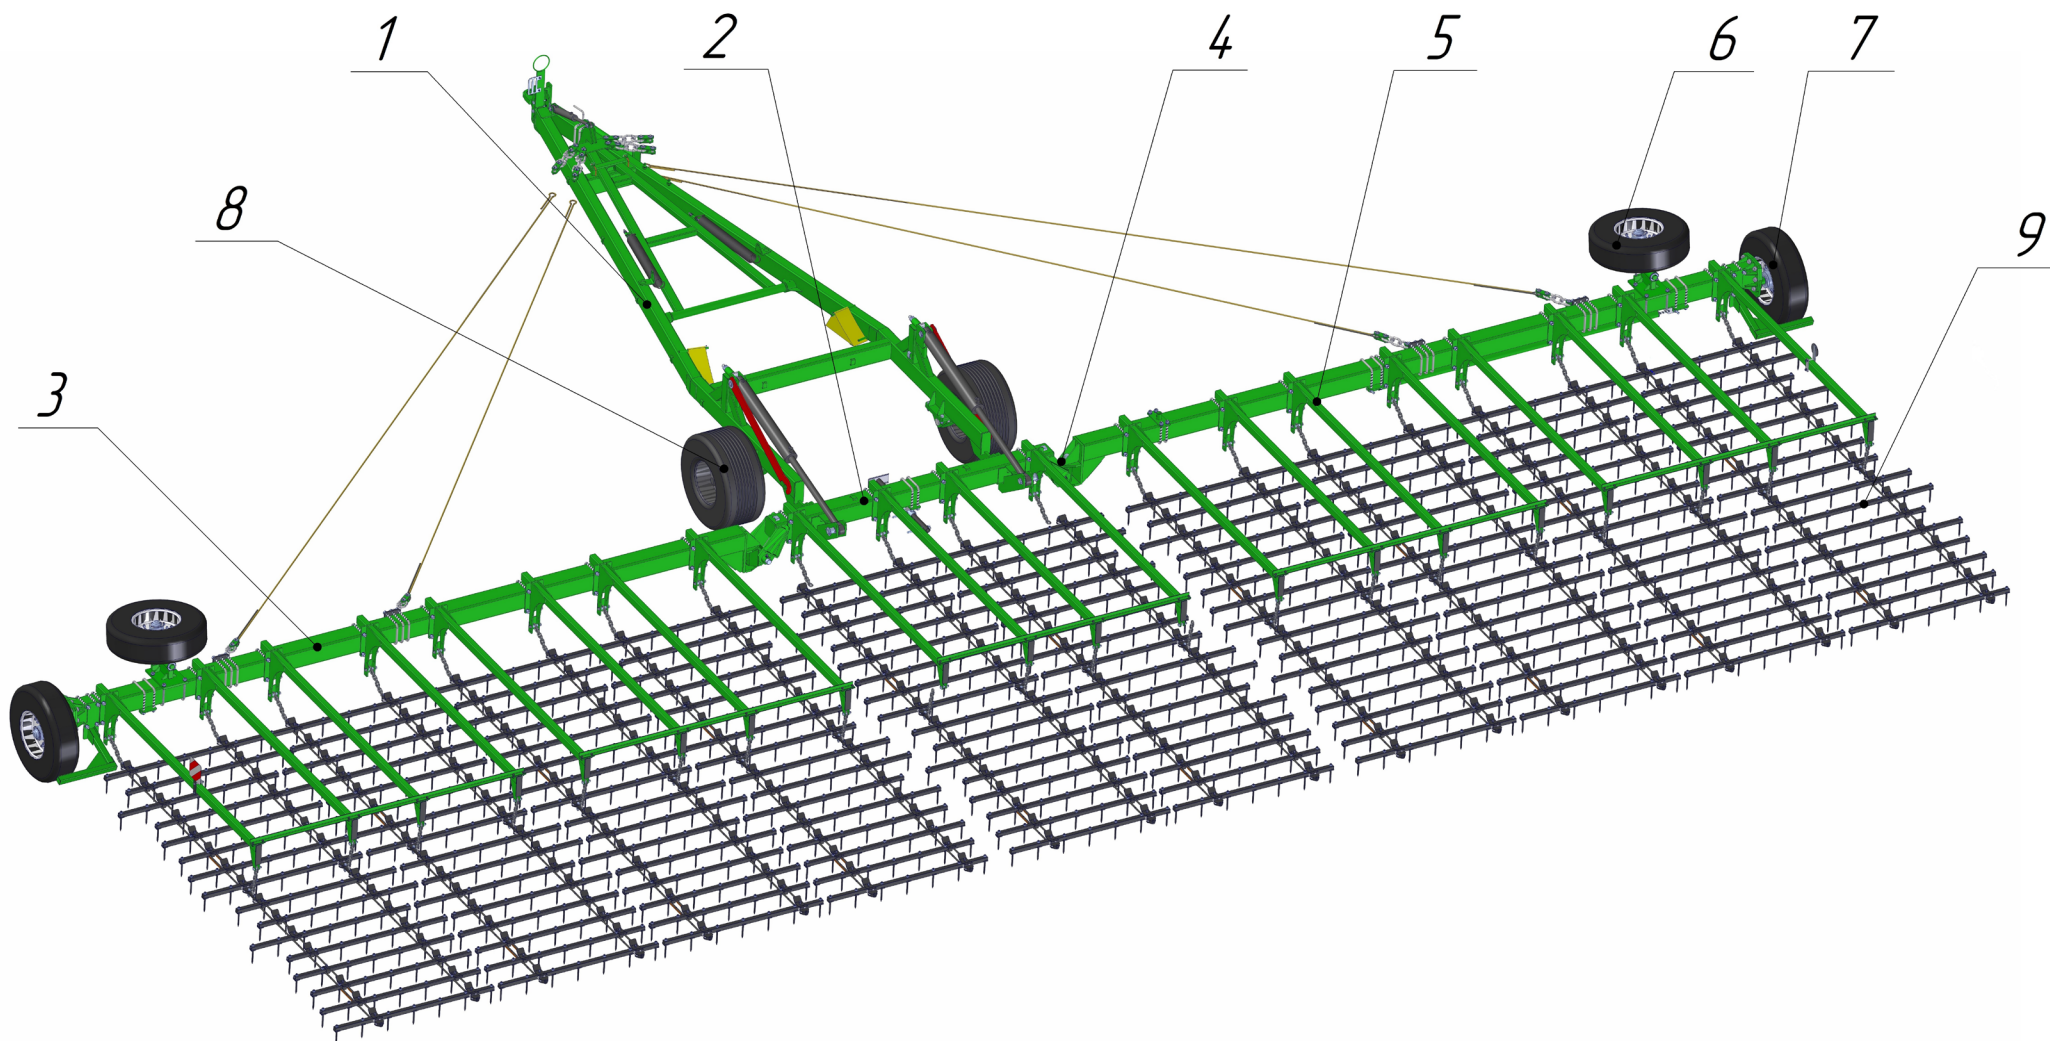

Рисунок 3 – Тяжелая шлейф борона
Бороны (Рис.3) состоит из дышла (1), балки поперечной (2) и балки продольной (3) соединённая между собой крестовиной (4). На балки (2), (3) устанавливается стойки (5) для присоединения секций (9). Опора транспортного колеса (6) и опора рабочего колеса (7) устанавливаются на балки продольной (3), с последующей установкой на них колес, для поддержания бороны в транспортном и рабочем положении. Опора колеса дышла (8) устанавливается на дышле (1).